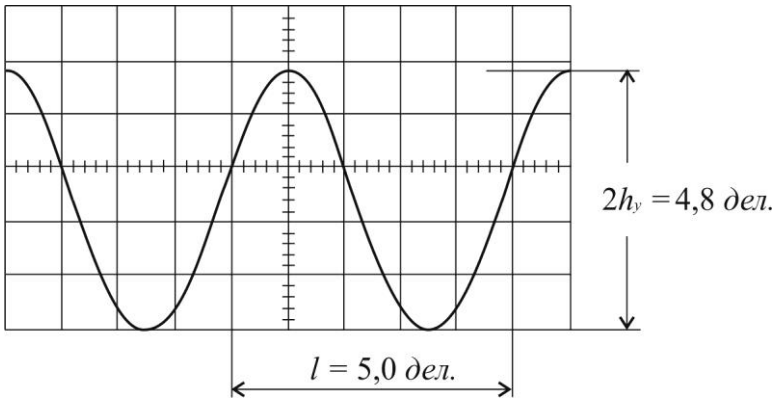

Рис. 8
4. Установите ручку « \updownarrow » так, чтобы нижний уровень сигнала совпал с одной из нижних линий сетки, а верхний находился в пределах рабочей части экрана. Ручкой « \leftrightarrow » сместите изображение таким образом, чтобы верхний уровень находился на центральной (градуированной) линии (рис. 8).